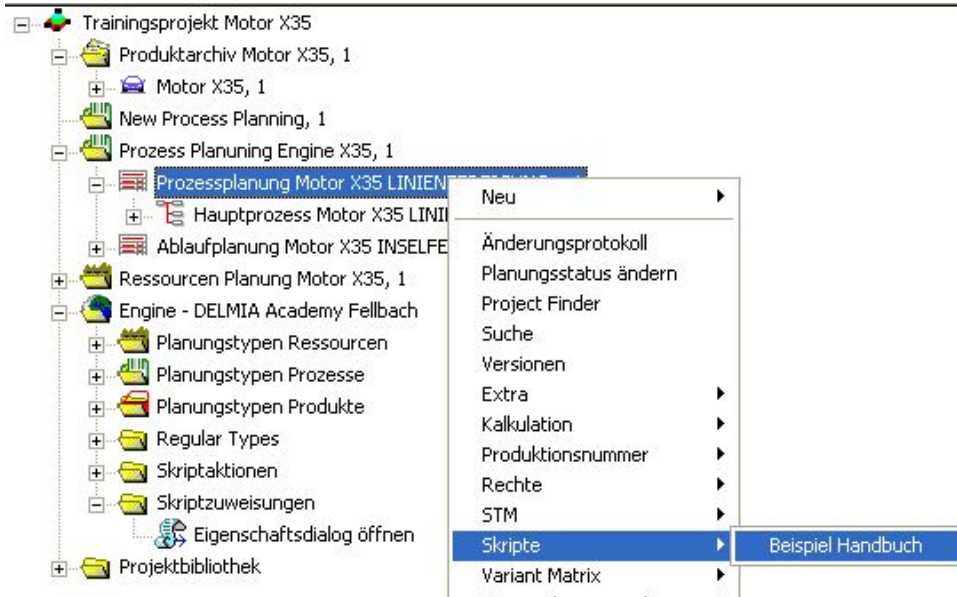

Abbildung 242: Skript ausführen
- ➔ Im Kontextmenü des gewählten Planungstypen wird die Option *Skripte* angezeigt. Siehe Abbildung 242.
- Öffnen Sie im dritten Schritt das Kontextmenü auf dem Planungstypen. Sie können mit Hilfe der Option *Skripte* das Skript ausführen und den Eigenschaftsdialog des Planungstypen öffnen. Siehe Abbildung 242.